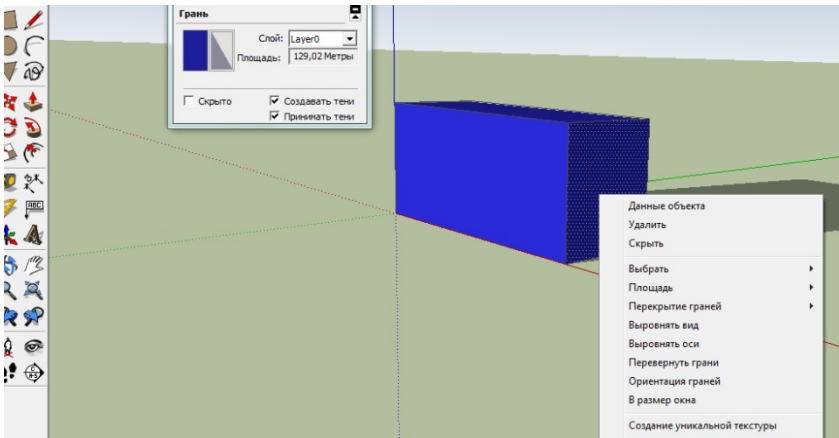

Рисунок 7.3
- «Видалити» - пункт контекстного меню для видалення елементу (рис. 7.3);